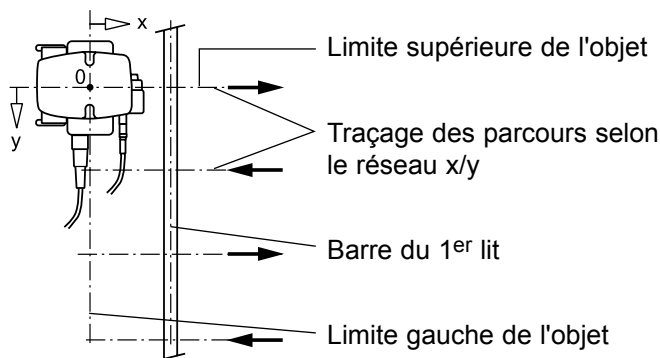
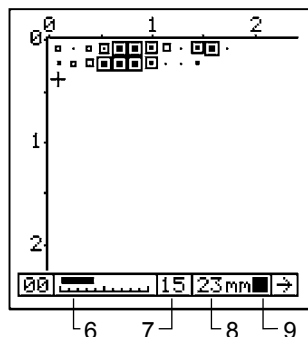

Fig. 5.14 Mesure avec la sonde mobile
Fig. 5.16 Surface de mesure après la mesure
- Lorsque l'armature du premier lit a une disposition verticale comme représenté à la Fig. 5.14, le tracé des déplacements devra être horizontal dans le sens y en respectant la distance par rapport à la trame choisie. Déplacer la sonde mobile le long de ces tracés. La plus petite couverture mesurée dans une trame est affichée et automatiquement enregistrée en tons de gris à la Fig. 5.16, pos. 7.
- Veuillez observer que c'est la couverture la plus petite mesurée dans une trame qui est affichée (voir Fig. 5.16, pos. 7). Enregistrer cette valeur avec la touche PRINT/STORE.